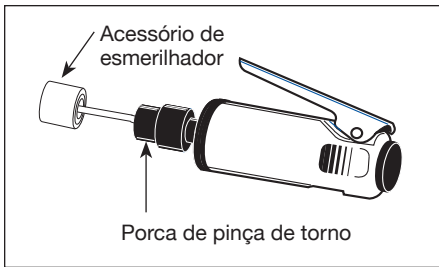

Figura 2
1. Insira o braço do acessório do esmerilhador na abertura na pinça de retorno (consulte a Figura 2). Certifique-se de que o braço esteja completamente inserido.